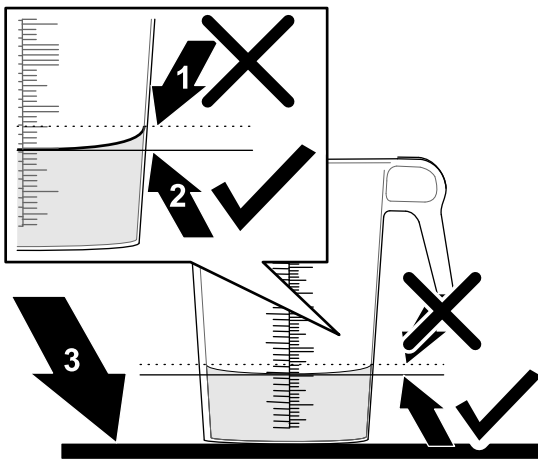

Figure 46
6. Placez le récipient gradué sur une surface plane et horizontale, et notez le volume de liquide (Figure 46).